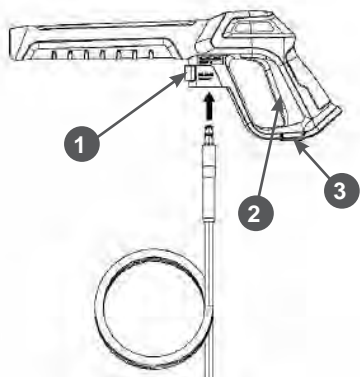

Рис. 4 Соединение пистолета и шланга высокого давления
- С помощью быстроразъемного соединения подключите шланг высокого давления к пистолету (Рис. 4), будет слышен щелчок, когда он встанет на место. Чтобы отсоединить шланг высокого давления, нажмите фиксатор 1 на пистолете. Заблокируйте рычаг включения 2 фиксатором 3 от случайного включения (Рис. 4)